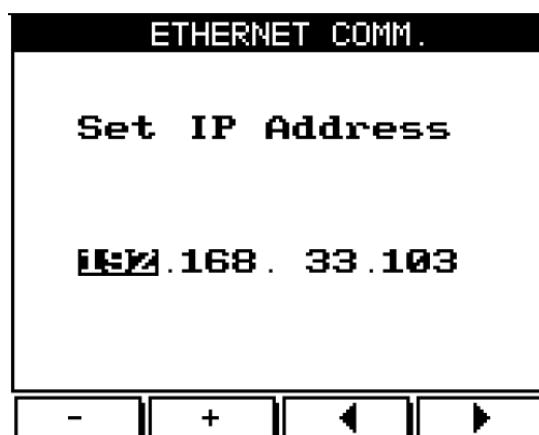

Рис. 9.4
2. Нажмите «Enter». На дисплее отобразится экран установки IP-адреса сети Ethernet (рис. 9.4):